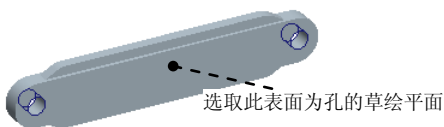
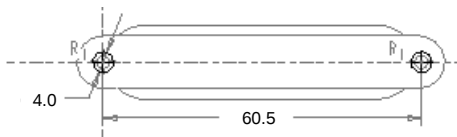

图 5.28.6 实体拉伸特征 3
图 5.28.7 截面草图
(3) 在操控板中选择深度类型 (即两侧拉伸), 输入深度值 2.5。
(4) 在操控板中单击按钮 , 预览所创建的特征; 单击“完成”按钮 。
Step4. 创建图 5.28.6 所示的实体拉伸特征 3。单击“拉伸”命令按钮 。确认“实体”按钮 被按下, 并按下操控板中的“切削”按钮 。选取图 5.28.6 所示的零件表面作为草绘平面, 接受系统默认的参照平面和方向。绘制图 5.28.7 所示的截面草图; 深度类型为 (即“穿透”)。